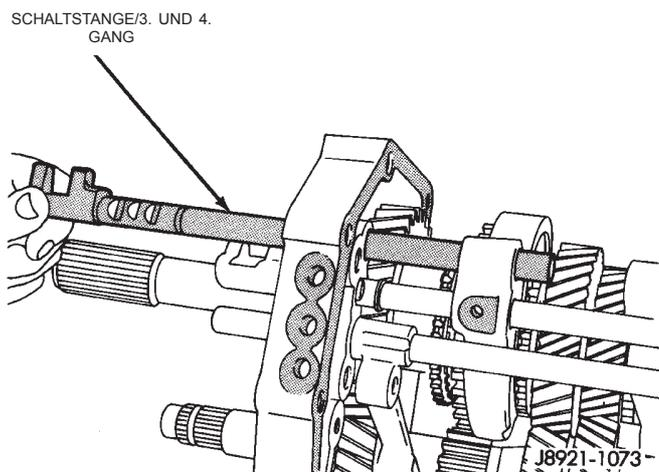

Abb. 89 Schaltstange/3. und 4. Gang einbauen
(18) Die Schaltstange für den dritten und vierten Gang in die Zwischenplatte und in die Schaltgabeln für den ersten und zweiten sowie für den dritten und vierten Gang einsetzen (Abb. 89).